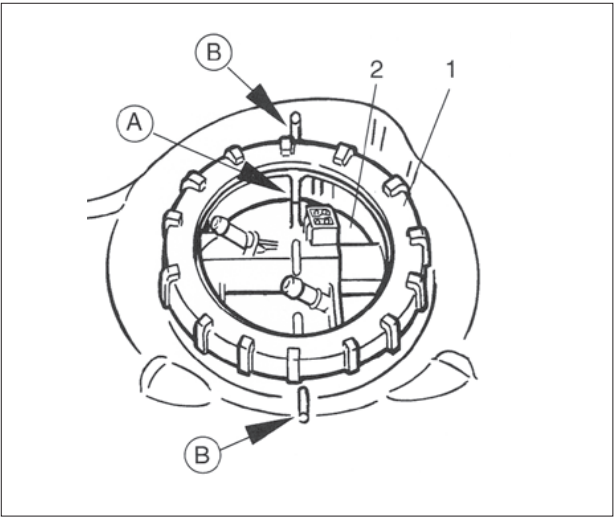

Abb. 1/Fig. 1/Puc. 1/图1
- 移除旋塞 (1, 图 1)。
- 校准凸缘 (2, 图 1), 使得标记条 (箭头 A) 与油箱上的标记 (箭头 B) 排成直线。
- 旋上旋塞 (1) 并重新拧紧。